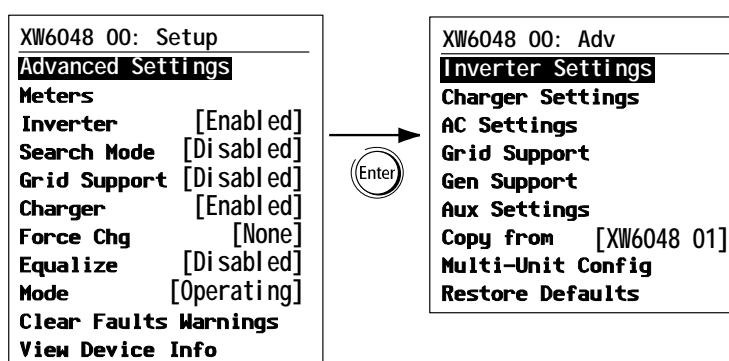

Figure 3-2 Sélection des paramètres avancés
- ◆ Sur le menu Setup (Configuration), appuyez sur Enter (Entrée) quand Basic Settings (Paramètres de base) ou Advanced Settings (Paramètres avancés) apparaît en surbrillance. Voir la Figure 3-2.